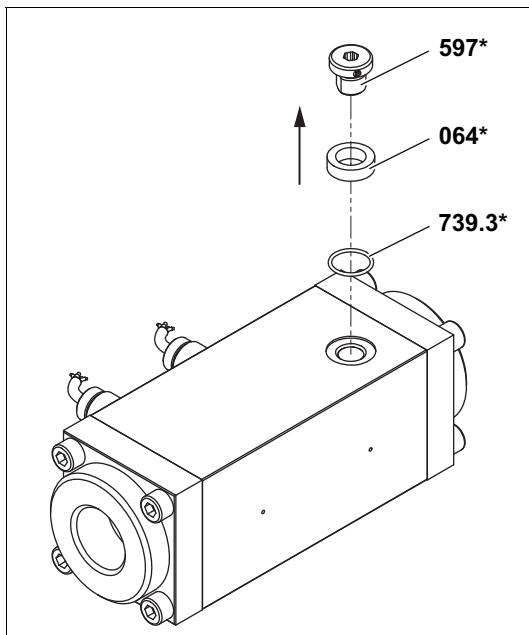

Abb. 1 Verschlusssschraube entfernen
1. Verschlusssschraube **597*** entfernen, siehe Abb. 1, Seite 12.